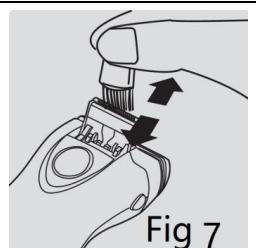

Fig 7
- Reinig de trimmer met de bijgeleverde borstel (Fig 7).